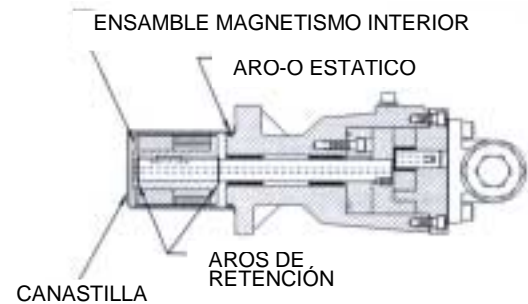

FIGURA 29
3. Instale el primer aro de retención externo (en la ranura cerca de la carcaza) y la llave en el eje. Deslice el magnetismo interior hacia el eje (el agujero escariado del imán apuntando hacia el otro lado de la bomba) para que se pegue contra el aro de retención. Instale el segundo aro de retención externo (cerca del extremo del eje) para sujetar el imán. (**Ver figura 29**).